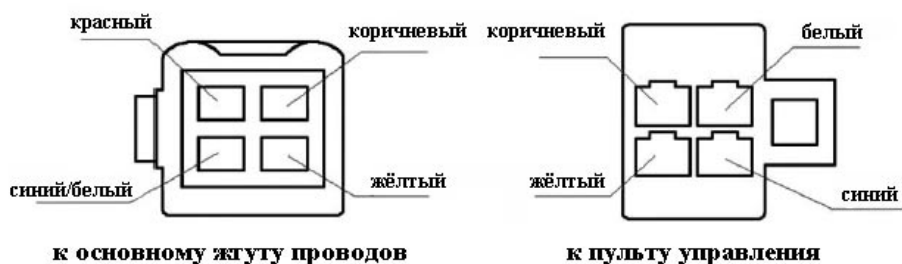

Рис. 11
4.6.5 Для компонентов, соединительные провода которых должны проходить через маленькие отверстия (например, пульт дистанционного управления), необходимо сперва пропустить эти провода через отверстия и только потом подсоединять их к разъёму. По этой причине эти провода не подсоединяются к разъёмам на заводе. Подключение проводов выполняется в соответствии с Рис. 10. Вам просто необходимо сделать правильные подключения. Подсоединение пульта дистанционного управления осуществляется в соответствии с цветом проводов и серийными номерами клемм на разъёме. Схему подсоединения смотрите на Рис. 11.